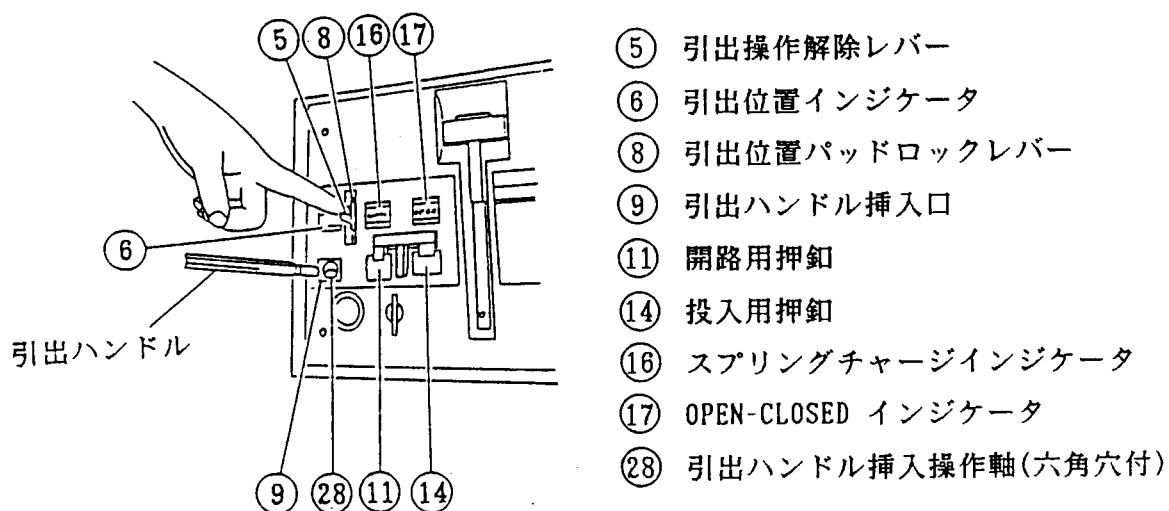

図24. 引出ハンドル挿入口をあける方法
OPEN-CLOSEDインジケータ(SHEET NO.32 図24 ⑬)は「OPEN」を表示しています。
スプリングチャージインジケータ(SHEET NO.32 図24 ⑭)は「DISCHARGED」を表示しています。
- 3) 引出位置インジケータ(SHEET NO.32 図24 ⑥)が「ISOLATE」を表示していることを確認して下さい。
- 6) 引出操作解除レバー(図24 ⑤)を下側に倒し、引出ハンドル挿入口(図24 ⑨)のシャッタをあけて下さい。
遮断器が移動を開始すると、引出操作解除レバー(SHEET NO.32 図24 ⑤)は上側へ復帰しますが、そのまま挿入操作を進めて下さい。遮断器が試験位置になると「カチッ」と機械音がして、遮断器はロックされ、引出ハンドルをまわすことができなくなります。
引出位置インジケータ(SHEET NO.32 図24 ⑥)は「TEST」を表示します。